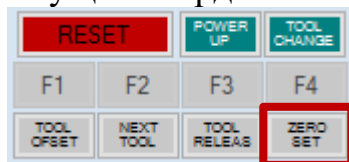

Рис.144. Кнопка «ZERO SET»
6. Нажать кнопку «ZERO SET» для ввода значения в таблицу (в текущую ячейку будет занесена текущая координата MACHINE) (рис.144);